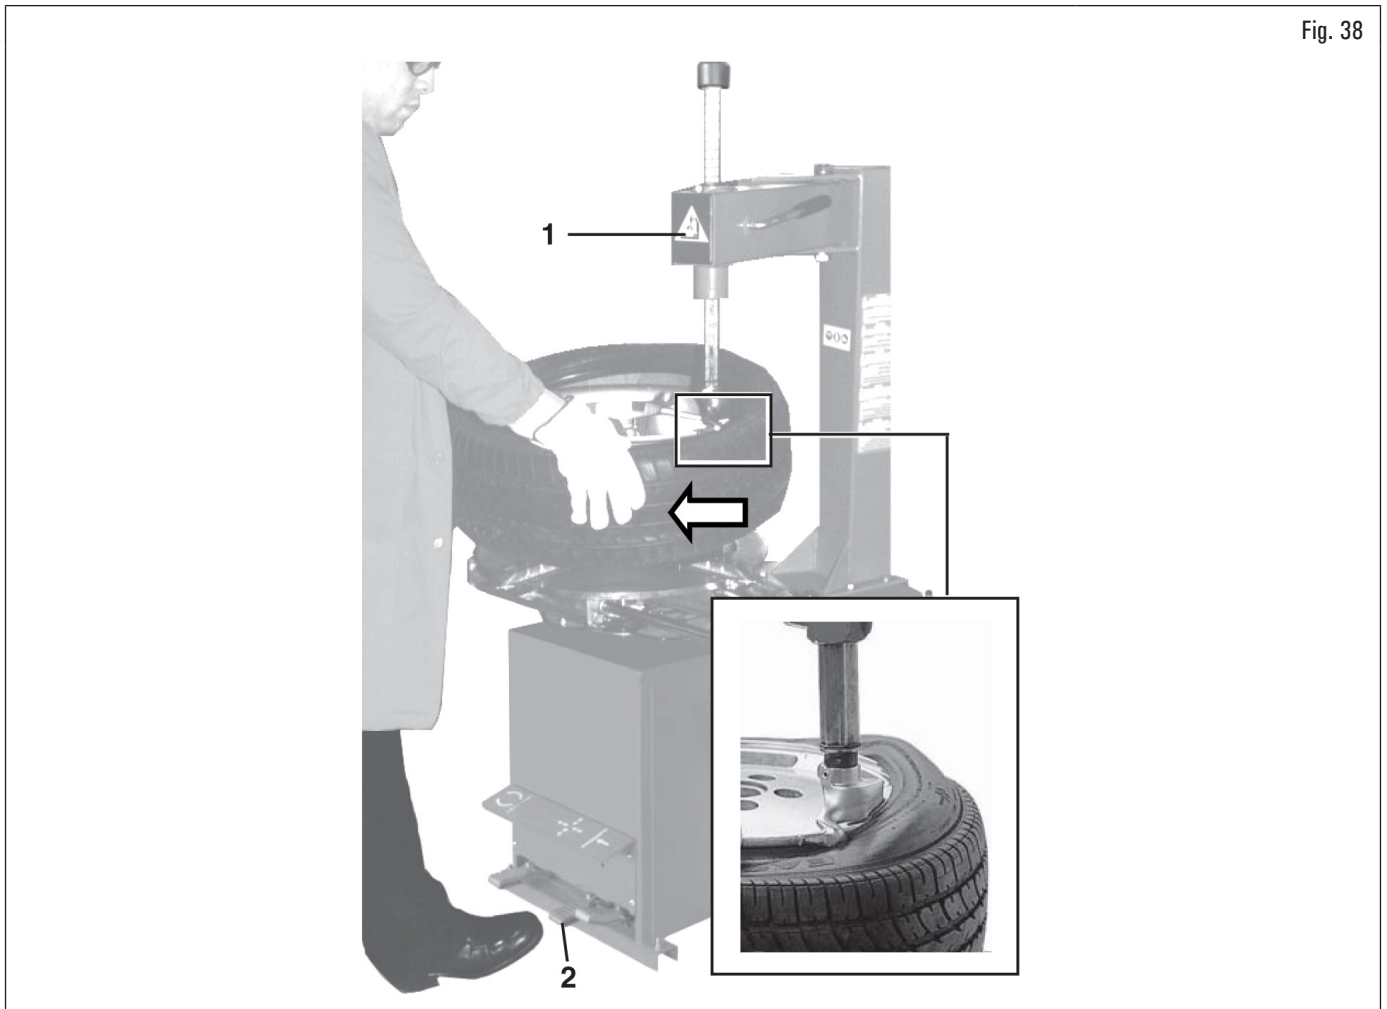

Fig. 38
3. coloque el borde del talón inferior en el lado izquierdo de la cabeza útil de montaje según el Fig. 38 y gire el dispositivo autocentrante hacia la derecha;
6. al finalizar el montaje girar manualmente el brazo (Fig. 38 ref. 1) para llevarlo en posición de reposo;
7. apretar el pedal (Fig. 38 ref. 2) para liberar la llanta del mandril.